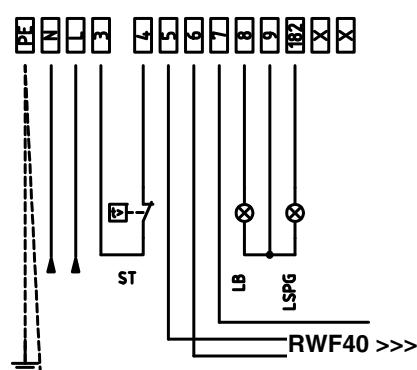

Рис. 27: Модулирующие горелки
3). В случае с модулирующими горелками, клеммы 5,6 и 7 клеммника MA горелки уже подсоединенены с модулирующим регулятором (мод. RWF 40). С электрощита выходит 4-х полюсная вилка, предназначенная для подключения датчика температуры или давления (см. Рис. 27)